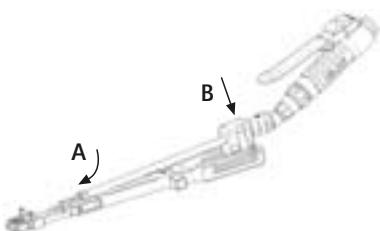

Fig. 5 Inserimento del manipolo fresa nella guida per la fresa
- A: Infilare il manipolo fresa **6** con la fresa serrata nel foro guida anteriore della guida per la fresa **3**, vedere Fig. 5.
- B: Infilare i perni sporgenti lateralmente dal blocco da inserimento **4** nelle fessure guida posteriori della guida per la fresa **3**, vedere Fig. 5.